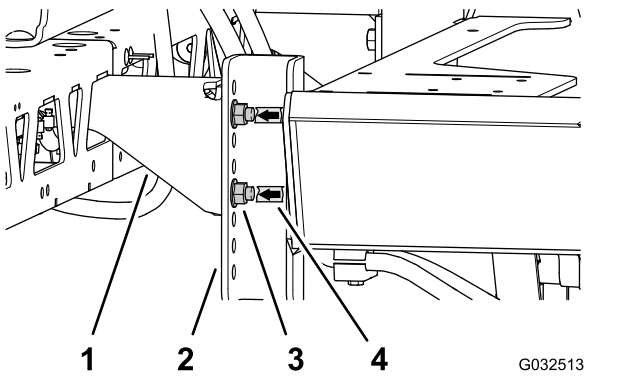

Figure 68
3. Avec un morceau de ruban adhésif, repérez les trous des 4 boulons à embase (1/2 x 1-1/4") et des 4 contre-écrous à embase (1/2") qui fixent les supports de la section de rampe centrale sur les profilés de montage de la machine (Figure 68).